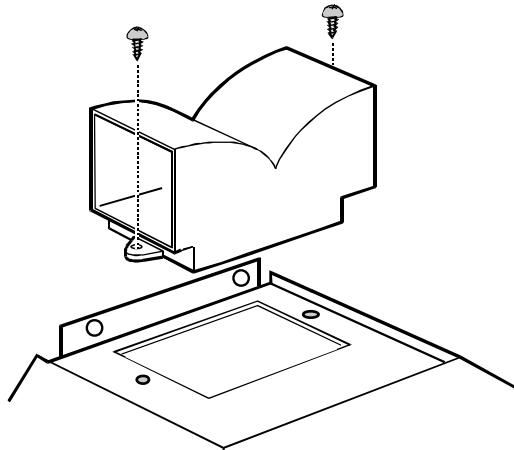

Fig. 2
- Fixer le conduit d'air au moyen des 2 vis Ø 3,5x6,5 mm. **Fig. 2.**